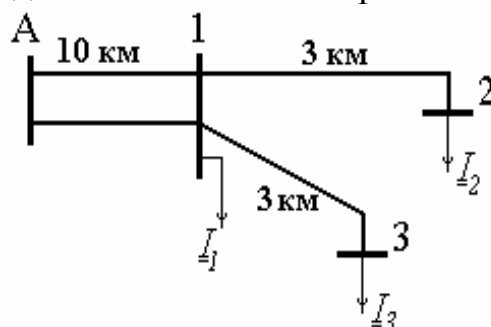

Рис. 72. Схема сети к задаче 55
**Задача 55.** Потребители электрической энергии, заданные комплексами токов, подключены к узлам трехфазной распределительной сети напряжением 10 кВ (рис. 72). *Определить* сечения алюминиевых проводов воздушных линий электропередачи по допустимой потере напряжения ( $\Delta U_{\text{доп}} = 8\%$ ). В качестве дополнительного принять условие постоянной плотности тока. Токи нагрузок равны:  $\underline{I}_1 = 40 - j20$  (А),  $\underline{I}_2 = 25 - j15$  (А),  $\underline{I}_3 = 20 - j10$  (А).